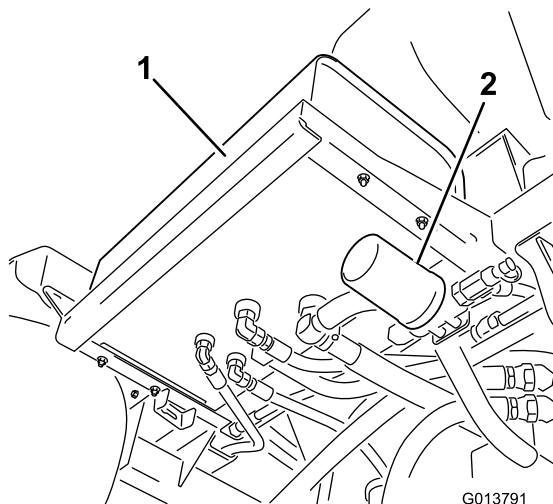
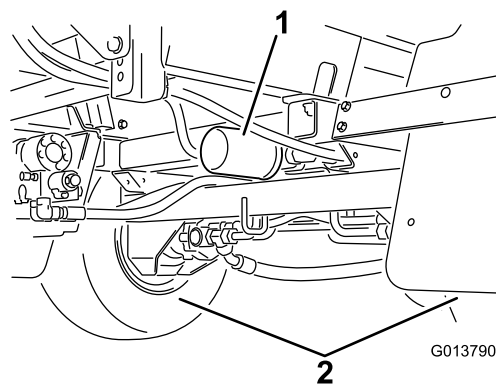

Рисунок 92
Рисунок 93
2. Найдите два гидравлических фильтра на машине (Рисунок 92 и Рисунок 93).